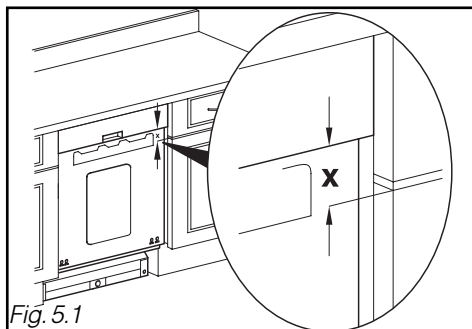

Fig. 5.1
- Mesurez la cote X entre le bas du bandeau et le haut de la porte du meuble adjacent (Fig. 5.1)